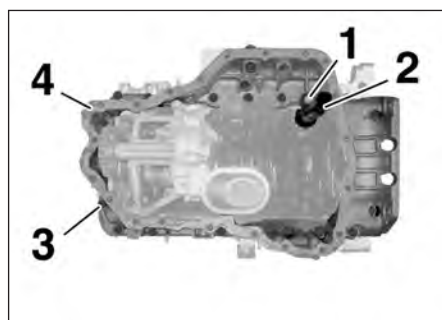

FIG.14
- la vis (1) (Fig.14),
- le tube de refoulement (2),
- les vis (3) en repérant leur position,
- le carter d'huile supérieur (4),